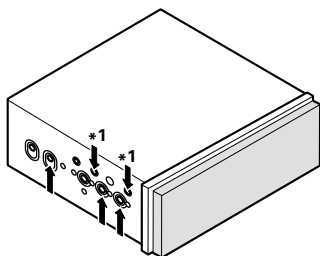

Fig. 15
- Fijación de este producto a la ménsula de montaje de radio de fábrica. (Fig. 15) (Fig. 16) (Fig. 17)